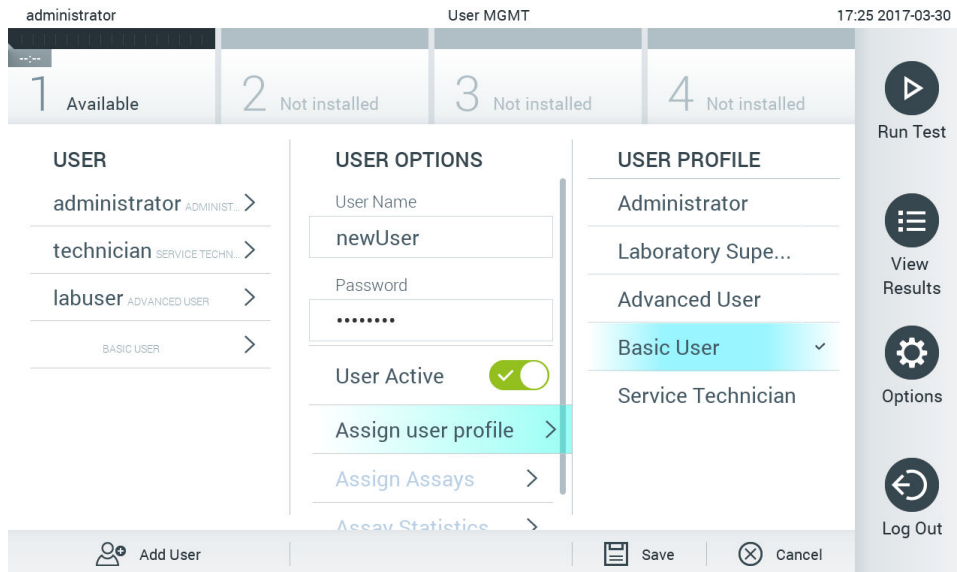

Figura 65. Alocarea unui profil de utilizator unui utilizator nou.
4. Apăsați **Assign User Profile** (Alocare profil de utilizator) și alocăți profilul de utilizator corespunzător (din lista din dreapta zonei de conținut) noului utilizator (Figura 65).